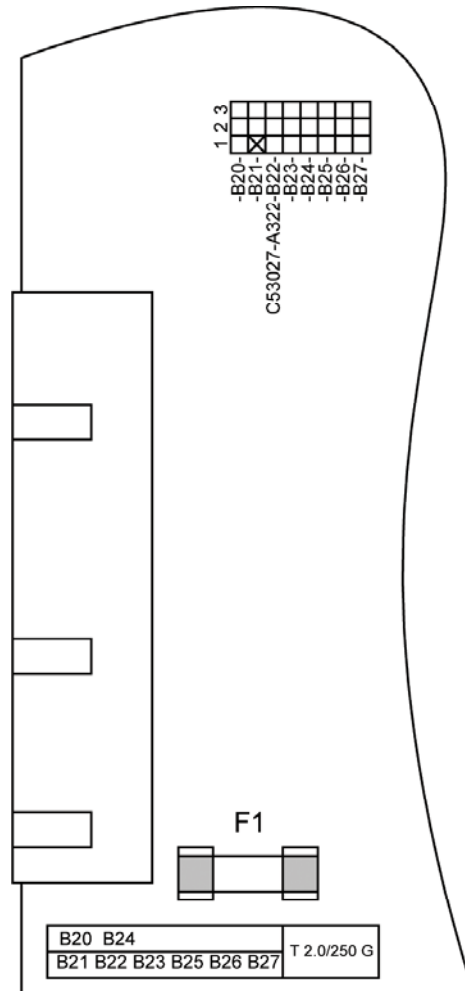

Рисунок 9-5 Предохранитель блока питания на печатной плате процессорного блока CPU.
- ❑ Вынуть неисправный предохранитель. Расположение предохранителя может измениться, но на блоке процессора CPU находится только один предохранитель. (Смотрите Рисунок 9-5).